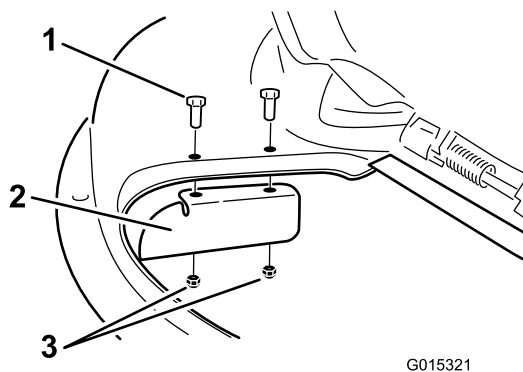

Figura 29
9. Instale o abafador de corte na plataforma do cortador (Figura 29).
- Retire o abafador de corte da plataforma do cortador (Figura 29).